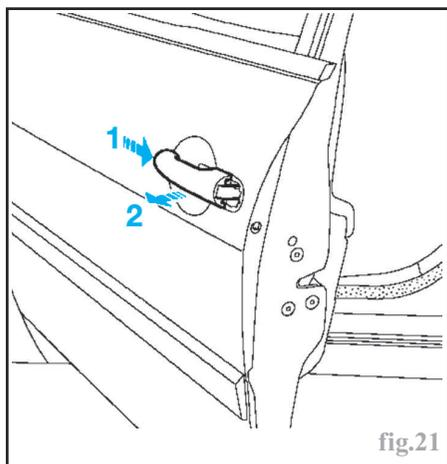

fig.21
- Dégager la poignée en (1) et (2) (fig.21).